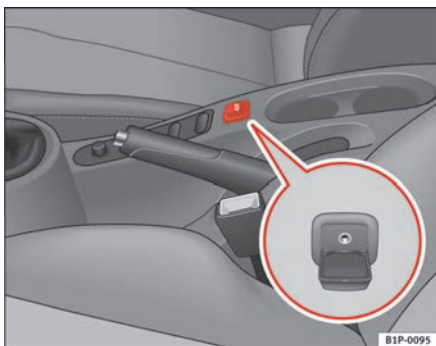

Abb. 102 Anschluss für einen zusätzlichen Audio-Eingang
- Heben Sie den AUX-Deckel an ⇒ **Abb. 102**.